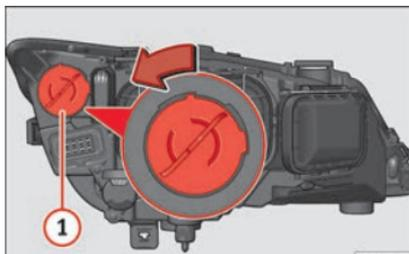

Fig. 104 Lámpara de luz de día.
- Gire el portalámparas »» fig. 104 ① a la izquierda y tire.